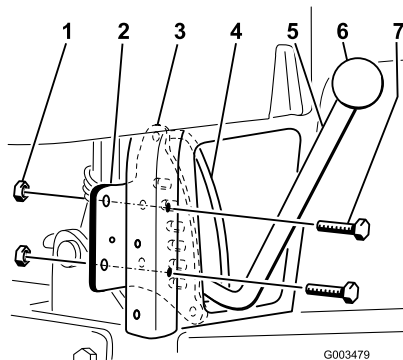

Figura 3
5. Inserire la piastra di fermo sulla stegola di sollevamento dello scarificatore. La stegola dovrebbe passare tra la piastra di fermo e la guida della stegola stessa (Figura 3).
6. Montare la piastra di fermo sul retro del tubo del telaio verticale posteriore destro con 2 bulloni (5/16 x 2-1/2 pollici) e 2 dadi di bloccaggio (5/16 pollice), come mostrato nella Figura 3. (Rimozione nella fase 1, procedura 3.)
7. Avviare la manopola sulla stegola di sollevamento (Figura 3).